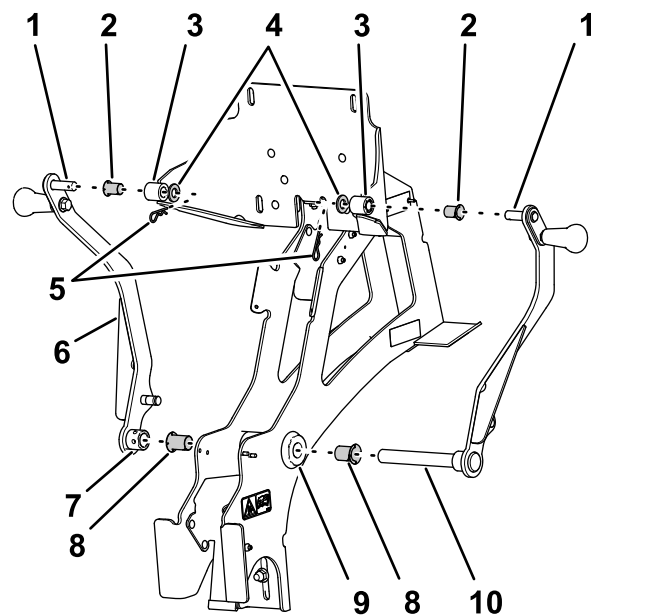

Figure 17
1. Insérez une douille à embase (diamètre int. de 0,75") à chaque extrémité du tube de pivot dans le cadre porteur principal (Figure 17).
2. Insérez une douille à embase (diamètre int. 0,5") dans les moyeux gauche et droit de la plaque d'appui (Figure 17).
3. Insérez l'axe de pivot inférieur du bras de berceau droit dans la bague à embase sur le côté droit du tube de pivot et le pivot (Figure 17).
4. Insérez l'axe de pivot supérieur du bras de berceau droit dans le moyeu droit de la plaque d'appui (Figure 17).
5. Fixez l'axe de pivot supérieur à la plaque d'appui avec une rondelle (0,5") et une goupille fendue (Figure 17).
6. Placez le moyeu du bras de berceau gauche au bout de l'axe de pivot inférieur du bras de berceau droit qui dépasse à gauche de la bague à embase gauche du tube de pivot (Figure 17).
7. Insérez l'axe de pivot supérieur du bras de berceau gauche dans le moyeu gauche de la plaque d'appui (Figure 17).
8. Fixez l'axe de pivot supérieur du bras de berceau gauche à la plaque d'appui avec une rondelle (0,5") et une goupille fendue (Figure 17).